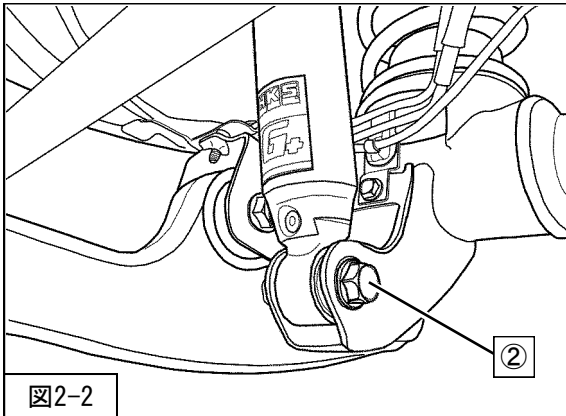

図2-2
3. ②フロントショックアブソーバASSYロア取付ボルト・ナットを仮締めして、フロントショックアブソーバASSYを車両に取付けてください。（図2-2）
を本締めしてください。（図2-2・2-3）